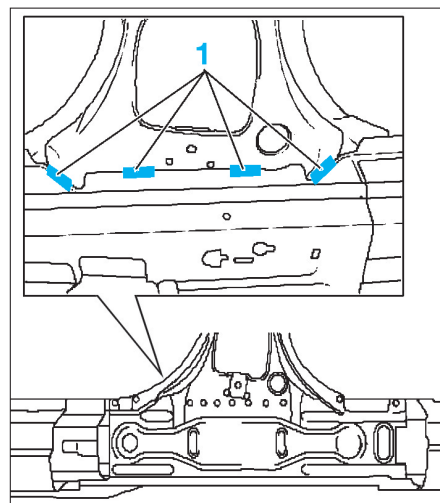

FIG. 72
- Percer les points et meuler les cordons de soudure (1) (fig. 72).